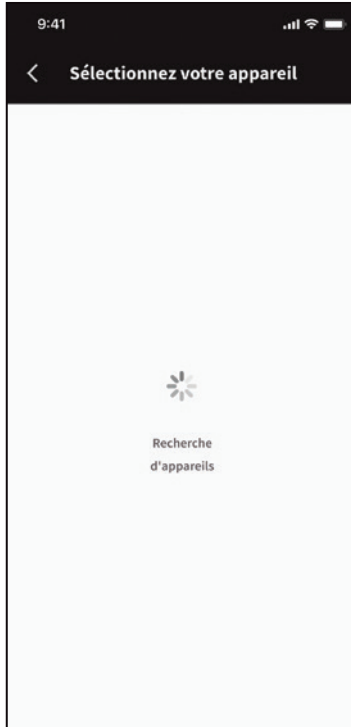

Fig. 29
- d. Recherchez les appareils et sélectionnez l'appareil dans la liste (**Fig. 29 & 30**).